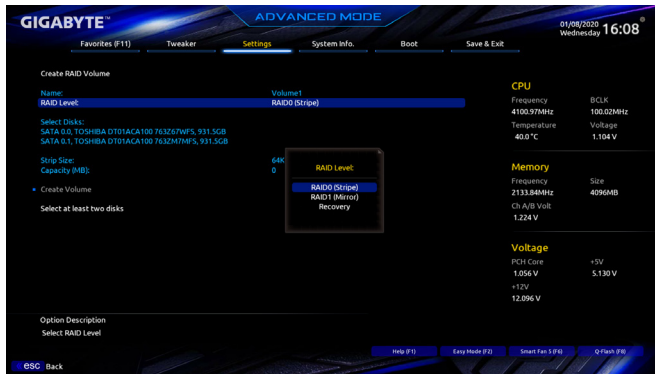

图8
在「Intel(R) Rapid Storage Technology」画面时,请在「Create RAID Volume」选项按<Enter>键,进入「Create RAID Volume」画面,首先在「Name」选项自订磁盘阵列名称,字数最多可至16个字母但不能有特殊字符,设置好后按<Enter>键。接着使用下键移动至「RAID Level」选项选择要制作的RAID模式(图8)。RAID模式选项有:RAID 0、RAID 1、RAID 10及RAID 5(可选择的RAID模式会依据所安装的硬盘总数而定)。选择好RAID模式后,再按下键移动至「Select Disks」选项。